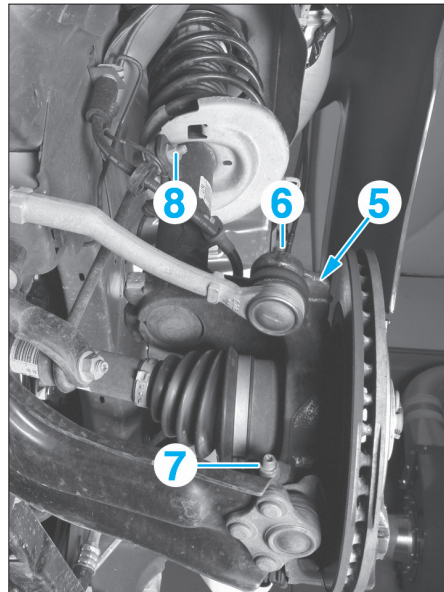

FIG. 7
- le capteur de vitesse de roue (5) (Fig.7),
- l'écrou de biellette (6).
- Déposer la vis (7) de fixation de la rotule de triangle sur le pivot.
- Déposer l'écrou de biellette (8).